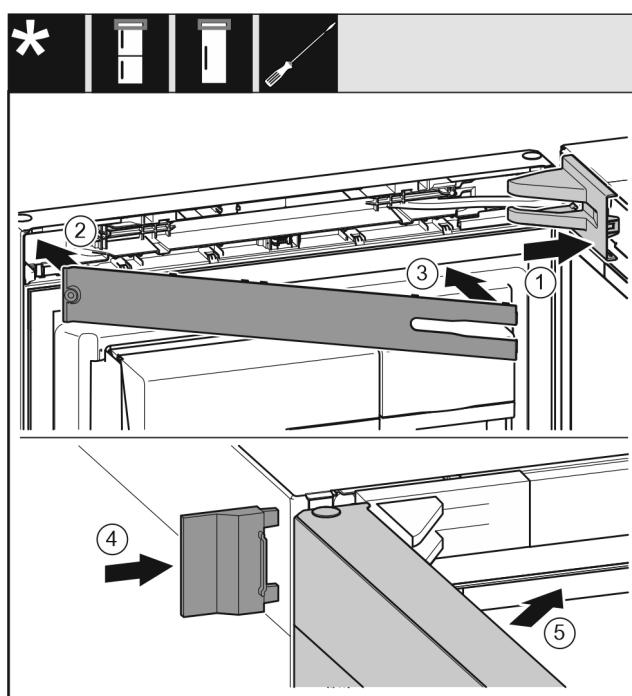

Fig. 54
- ▶ 放上并插入托架盖 Fig. 54 (1)，如有必要小心地按压分开。
- ▶ 盖上隔板 Fig. 54 (2)。
- ▶ 隔板 Fig. 54 (3)
- ▶ 插入外盖 Fig. 54 (4)。
- ▶ 关闭冰箱上方门 Fig. 54 (5)。